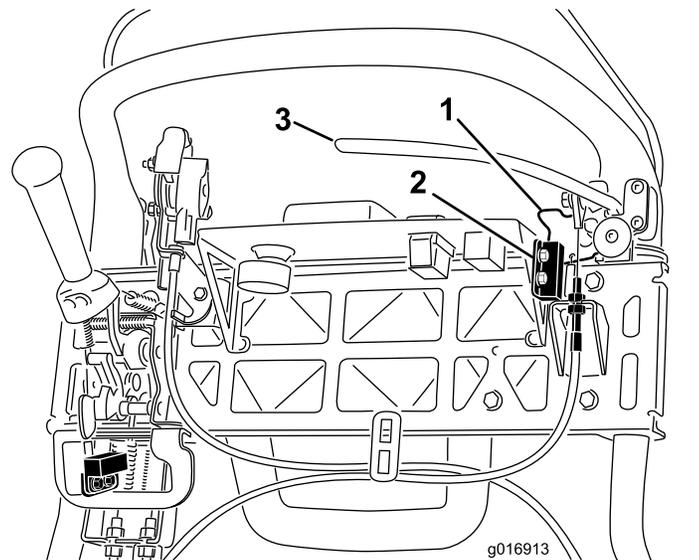

図 38
4. インタロックスイッチを固定しているねじをゆるめて外す 図 38。
5. 駐車ブレーキのラッチとインタロックスイッチとの間に厚さ 1.6 mm のシムをはさむ 図 38。
4. ケーブルの張りを強くするには、上側ケーブルのジャムナットをゆるめて、下側ケーブルのジャムナット 図 38 を締め、156 N15.8 kg の力で駐車ブレーキのラッチが解除されるように調整する